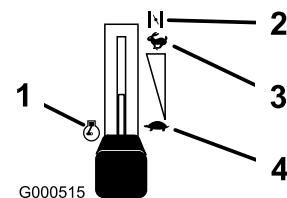

Figure 10
3. Placez la manette d'accélérateur en position Starter pour démarrer à froid (Figure 10).
5. Lorsque le moteur a démarré, amenez progressivement la manette d'accélérateur en position Haut régime (Figure 10). Si le moteur cale ou hésite, ramenez la manette d'accélérateur en position Starter pendant quelques secondes. Réglez ensuite la manette d'accélérateur à la position voulue. Répétez l'opération si nécessaire.
1. Placez la manette d'accélérateur en position Haut régime (Figure 10).